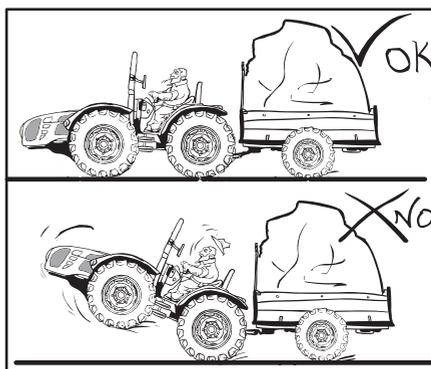

Fig. 2.21
- Trainare soltanto dalla barra di traino. Il traino o l'aggancio da altri punti può provocare il ribaltamento del trattore (Fig.2.21).